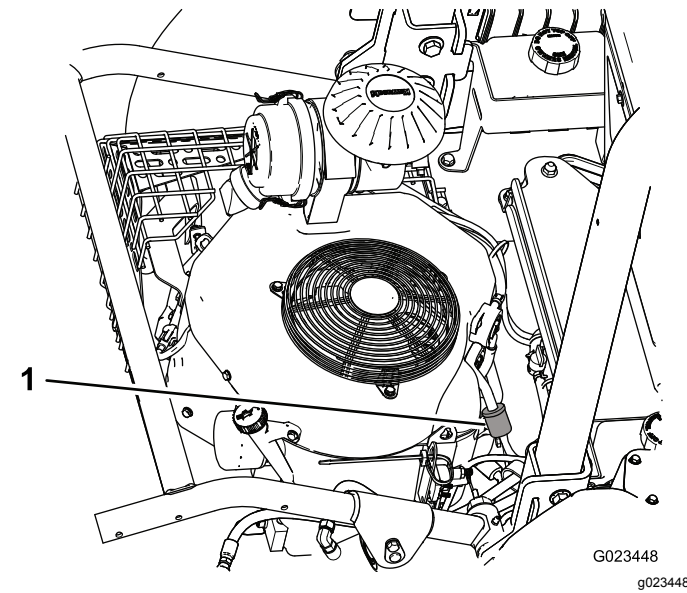
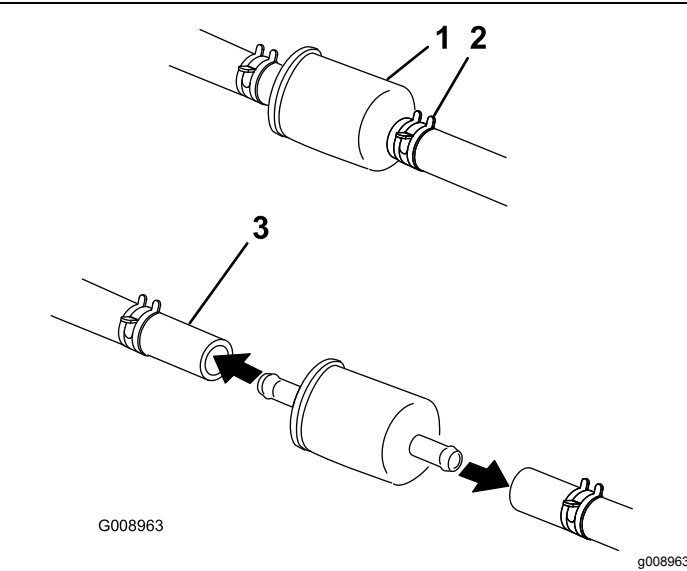

图47
图48
- 2. 拧松过滤器化油器侧的软管夹从过滤器上取下燃油管线 图47 和 图48。